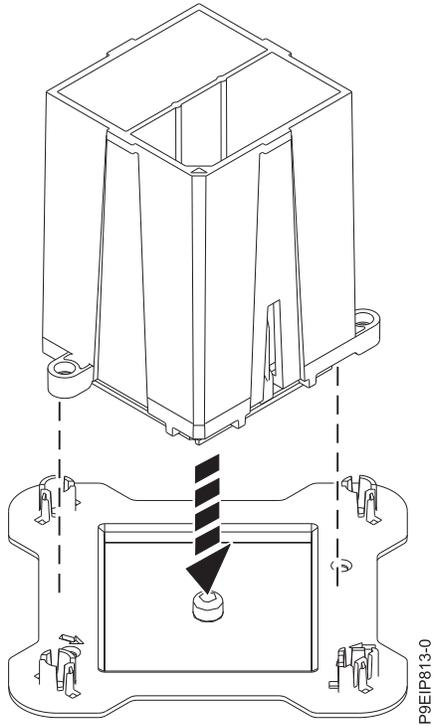

Figura 59. Colocación del módulo del procesador del sistema formando un ángulo en la cubierta superior del empaquetado
10. Sostenga la parte exterior de la herramienta y levante la herramienta y el módulo del procesador del sistema del zócalo. Colóquelos en un ángulo en la cubierta superior del empaquetado del módulo del procesador del sistema, tal como se indica en la Figura 59 en la página 61. Colocar el módulo del procesador del sistema en un ángulo en la cubierta superior del empaquetado del módulo del procesador del sistema hará que sea más fácil coger y colocar en el empaquetado después de sustituir el módulo del procesador del sistema.